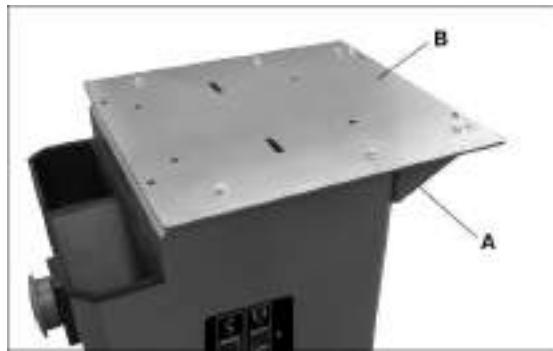

Рис. 4
1. Установите вертикально левую и правую опоры (A, рис. 4), закрепите винтами 1/4 дюйма.
2. Прикрепите переходную плиту (B) к опорам винтами 1/4 дюйма, к верхней части стенд винтами 5/16 дюйма.